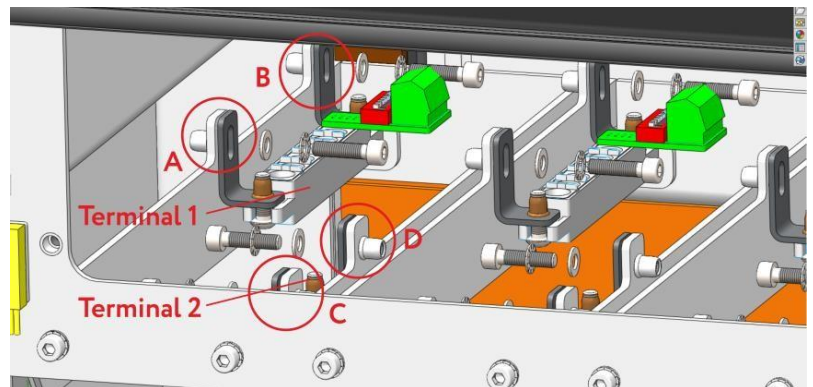

Рисунок 5.18. Підключення модулів
10. Зніміть кріплення в місцях A, B, C, D. Встановіть модуль у комірку згідно з маркуванням та підключіть до модуля клема 1 та 2 (рис. 5.18).